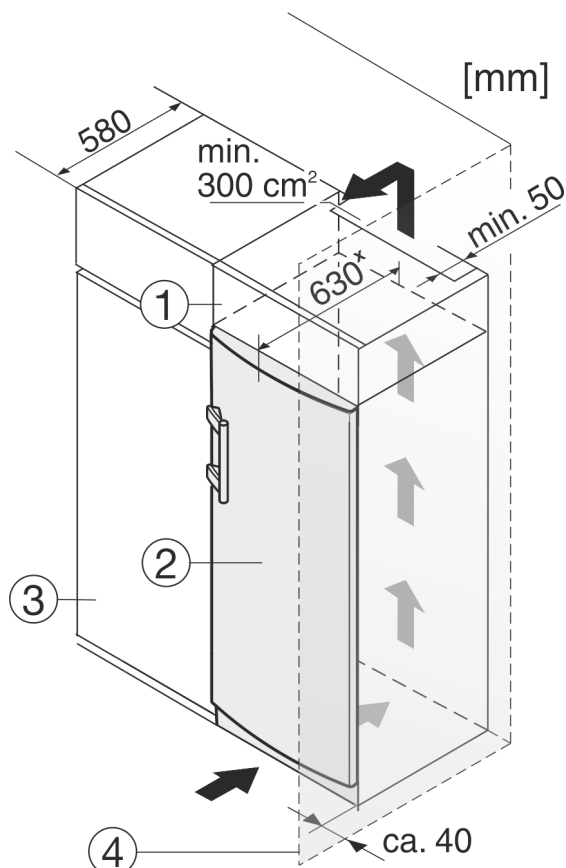

Fig. 12
Přístroj lze zabudovat do kuchyňských skříní. K vyrovnání přístroje Fig. 12 (2) na výšku kuchyňské linky lze na přístroj nasadit nástavec Fig. 12 (1).
Při montáži do kuchyňských skříní (hloubka max. 580 mm) lze přístroj instalovat hned vedle kuchyňské skříně Fig. 12 (3). Přístroj přesahuje přední stěnu kuchyňské skříně na stranách o 34 mm \* a uprostřed o 50 mm \*.
Když se přístroj instaluje závěsy vedle stěny Fig. 12 (4), musí být vzdálenost přístroje od stěny alespoň 40 mm. To odpovídá přesahu madla při otevřených dvířkách.